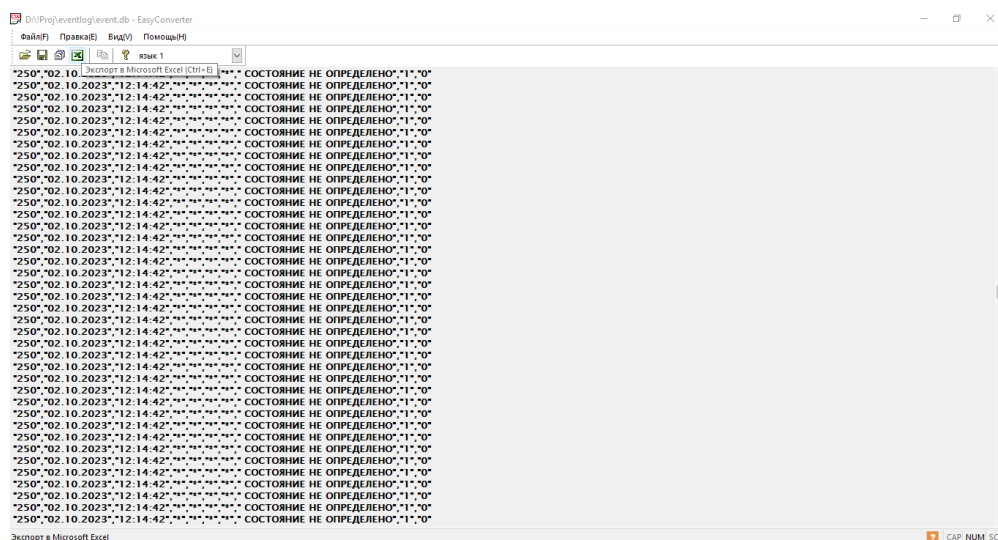

Рисунок 6.15 – Экспорт в Excel-файл
7. Для преобразования формата из .db в .xlsx необходимо нажать кнопку «Экспорт в Microsoft Excel» (рисунок 6.15).